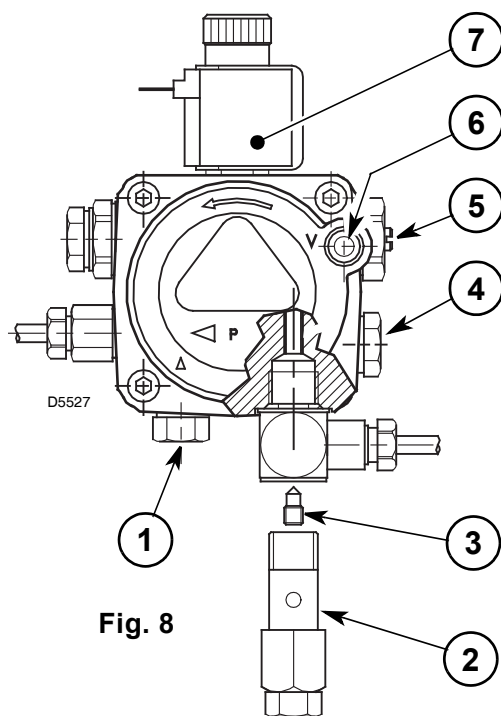

Fig. 8
- La pompa è predisposta per funzionamento bitubo. Per il funzionamento monotubo è necessario svitare il perno (2), togliere la vite di by-pass (3), quindi riavvitare il perno (2) (vedi fig. 8).
Nell'impianto di fig. 7 è sufficiente allentare l'attacco del vacuometro (6, fig. 8) ed attendere la fuoriuscita del combustibile.
Il manometro per il controllo della pressione va montato al posto del tappo (4, fig. 8, pag. 4).
Se è necessario ritardare tale pressione, o se si preferisce cambiarla, basta agire sulla vite (5, fig. 8, pag. 4).